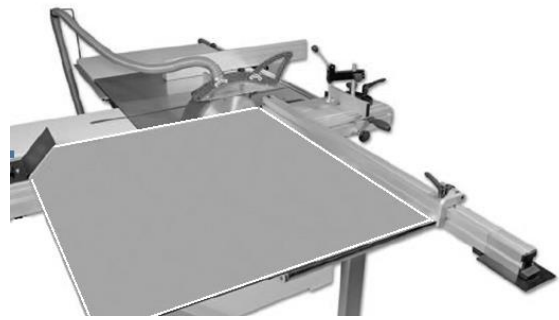

Fig 17.1
**Usinage transversal avec butée de positionnement transversale (Fig 17.1).**